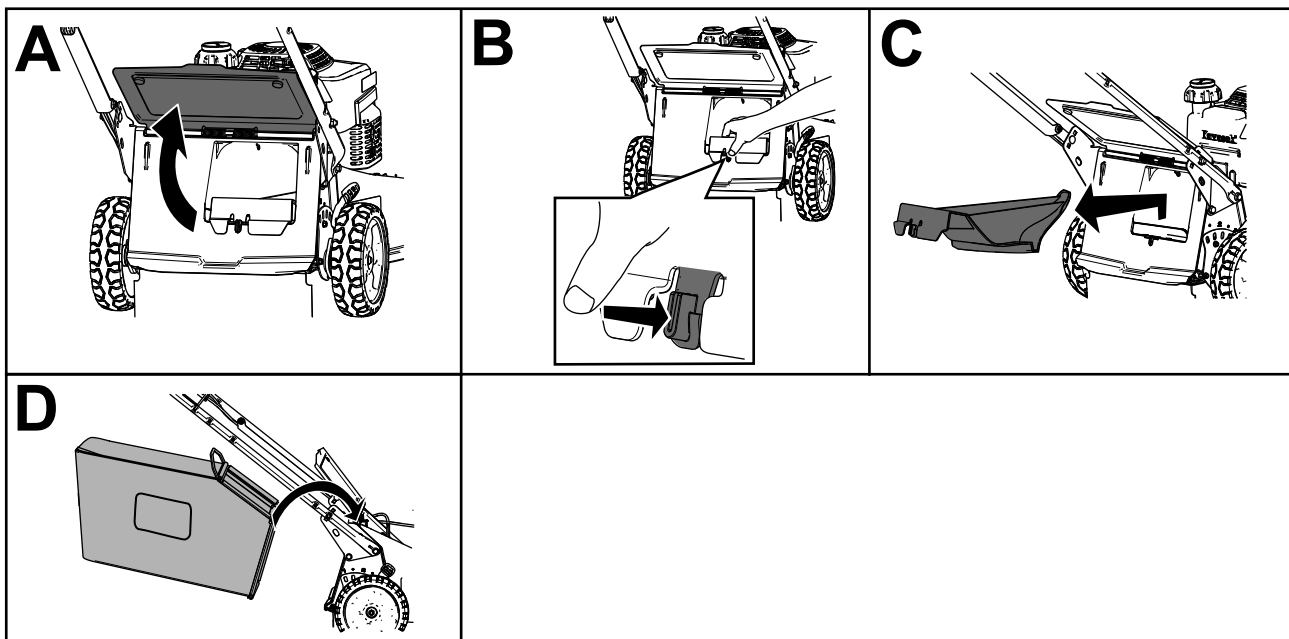

Figura 19
2. Levante y sujete el deflector trasero (Figura 19, A).
3. Retire el tapón de descarga trasera presionando el enganche hacia dentro con el dedo pulgar y extrayendo el tapón de la máquina (Figura 19, B y C).
4. Inserte los extremos de la varilla de la bolsa en las muescas de la base del manillar, y mueva la bolsa hacia adelante y hacia atrás para verificar que los extremos de la varilla están asentados en el fondo de cada muesca (Figura 19, D).